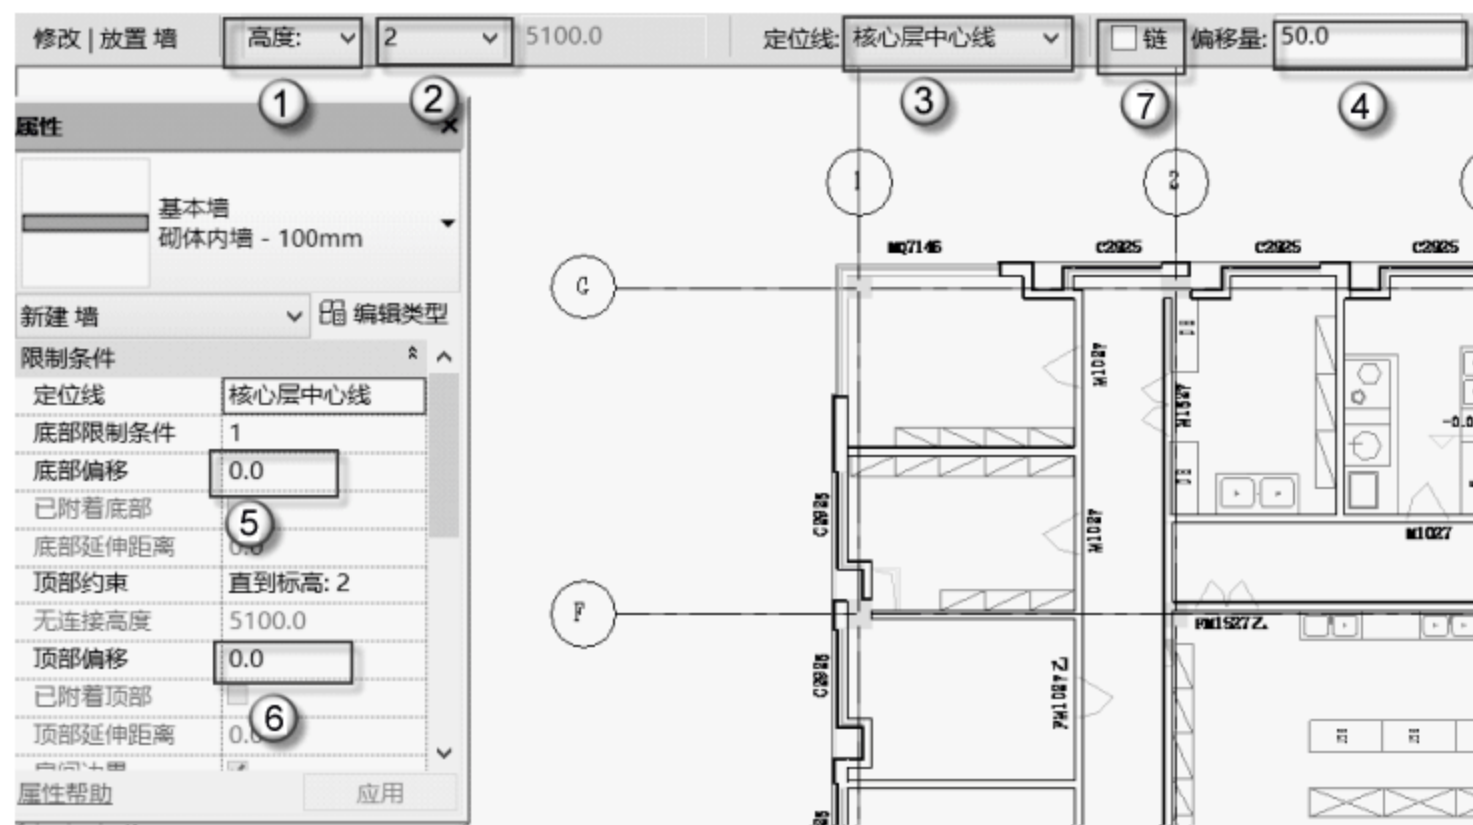
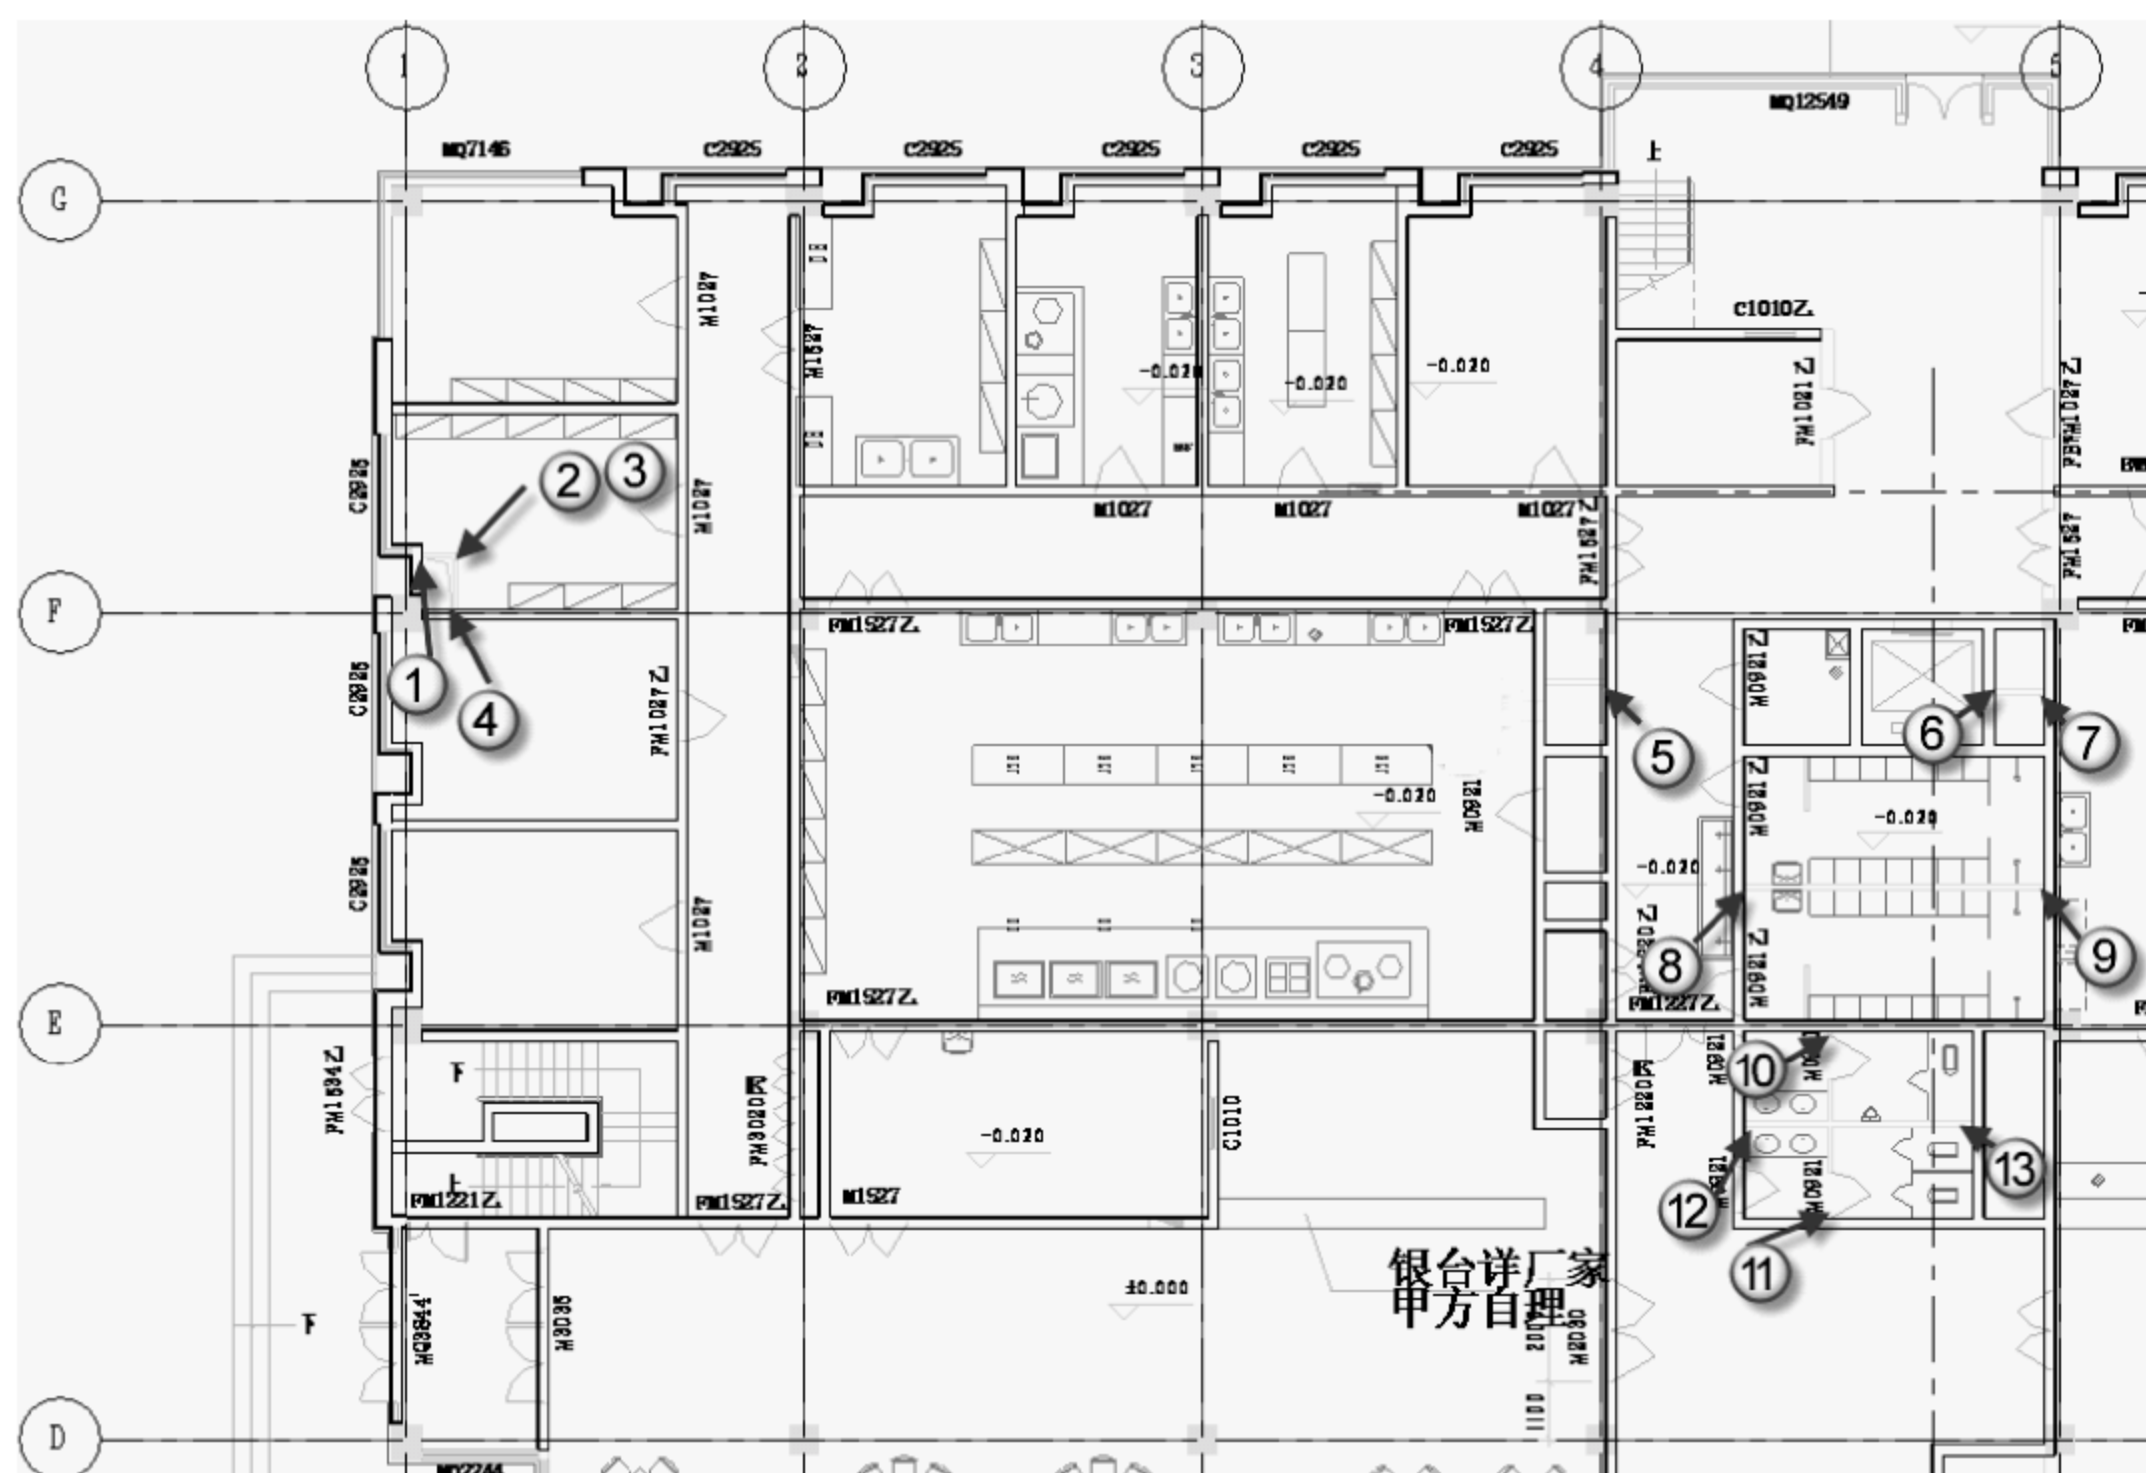
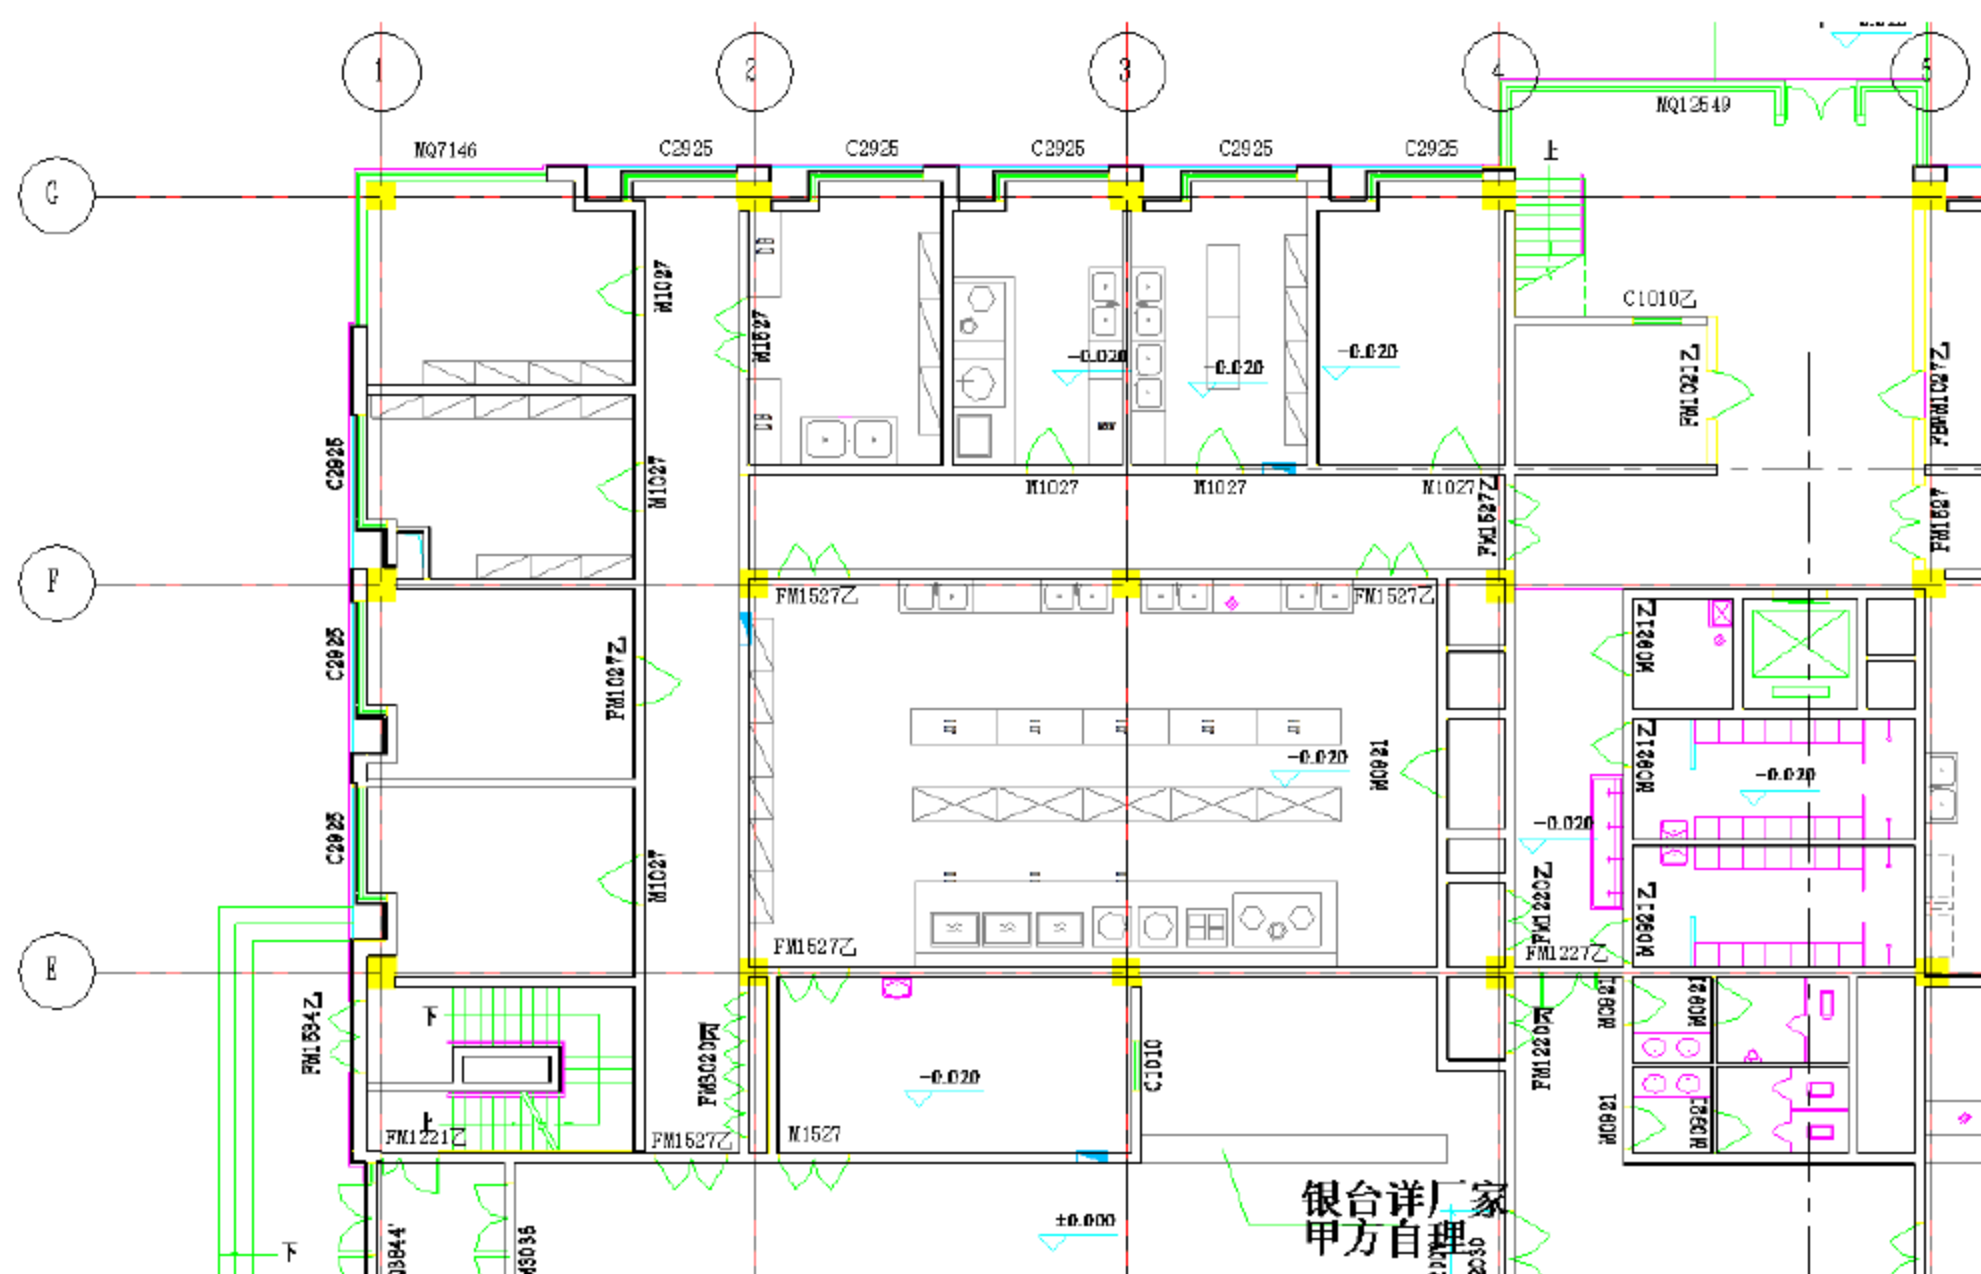

图 10.2.41 参数设置完成
图 10.2.42 100mm 内墙捕捉点位置图
图 10.2.43 完成 100mm 内墙部分
(1) 绘制 D 轴到 G 轴和 1 轴到 5 轴线之间的竖向内墙。将楼层平面置于一层, 选择“建筑”→“墙”→“墙: 建筑”命令, 也可以直接按快捷键 W+A。选择“砌体内墙-100mm”墙族, 将墙的绘制方式改为“直线”绘制方式, 设置选项栏中的“高度”为“2”, 设置“定位线”为“核心层中心线”, 将“偏移量”改为“50mm”, “底部偏移”为“0”, “顶部偏移”也为“0”, 最后取消“链”复选框的选择, 如图 10.2.41 所示。参数设置完成后, 依次捕捉图 10.2.42 所示位置, 单击绘制墙体。绘制完成后按 Esc 键, 可以退出外墙绘图界面, 完成后的这部分内墙如图 10.2.43 所示。